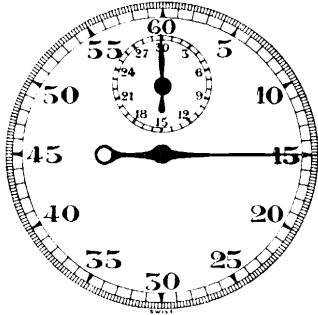

Abb. 341 Zifferblatt einer gewöhnlichen Fünftelsekunden-Stoppuhr
- a. Fünftelsekunden-Skala:** Bei der üblichen Unruh-Schwingungszahl ( $n_s = 5$ ) ist das Sekunden-Intervall in 5 Teile geteilt (siehe Abb. 341 bis 343). Der Minuten-Zählzeiger kann in 30 oder 60 Minuten eine Umdrehung vollführen; dementsprechend ist die Bezifferung der Minuten-Zählskala ausgeführt.